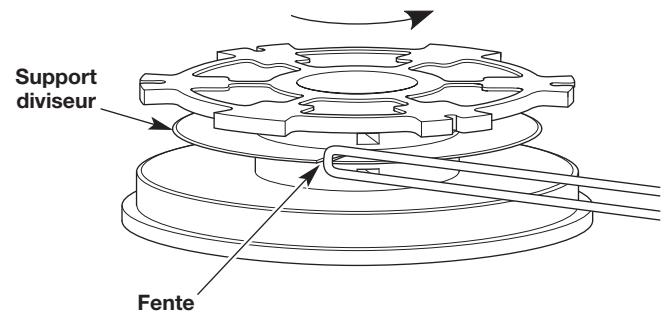

Fig. 13
2. Insérez la boucle dans la fente du support diviseur (Fig. 13). Enroulez le fil de façon serrée dans le sens illustré sur la base du moulinet, jusqu'à ce qu'il vous reste environ 150 mm (6 po.) de fil. Maintenez la moitié supérieure du fil au-dessus du support diviseur et la moitié inférieure du fil en-dessous du support diviseur.